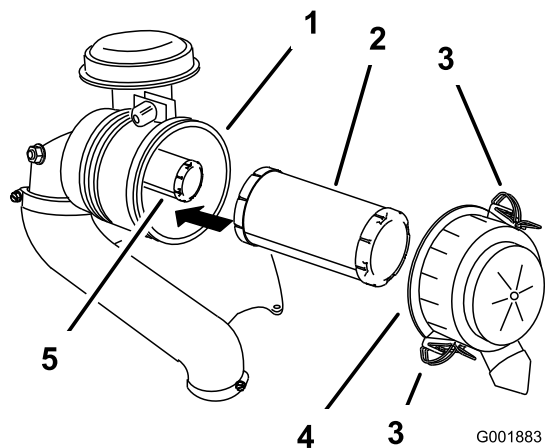

Bild 43
3. Lösen Sie die Riegel am Luftfilter und ziehen Sie die Luftfilterabdeckung vom Luftfiltergehäuse ab (Bild 43).
2. Wenn Sie den inneren Filter auswechseln, schieben Sie ihn vorsichtig in das Filtergehäuse (Bild 43).
3. Schieben Sie den Hauptfilter vorsichtig auf den Sicherheitsfilter (Bild 43).
4. Bringen Sie die Luftfilterabdeckung an und befestigen die Riegel (Bild 43).
5. Schieben Sie den Hauptfilter vorsichtig aus dem Luftfiltergehäuse heraus (Bild 43).